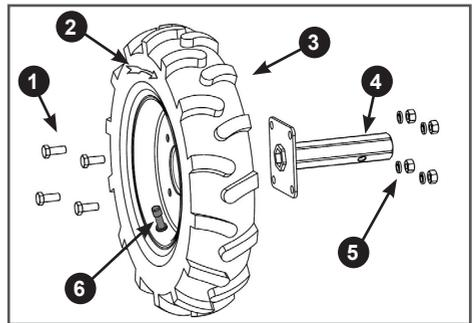

Рис. 5. Сборка колес и осей
колеса указано стрелкой на боковине покрышки. После сборки колёс с осями вентили камер должны быть расположены на противоположных от осей сторонах колёс (Рис. 5).
3. Соедините колёса и оси. Совместите отверстия в диске колеса 3 и фланце оси 4, вставьте в отверстия болты 1, установите пружинные шайбы и закрутите гайки 5 до упора (Рис. 5).